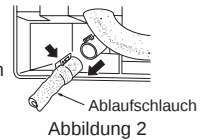

Abbildung 2
- 3) Ziehen Sie den Ablaufschlauch links hinten am Innengerät heraus. (Abbildung 2)